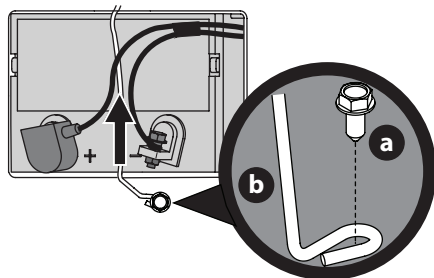

Figure 19
3. Retirez la vis à bride hexagonale (a) fixant le support de fixation de la batterie (b) au châssis. Relevez ensuite le support de fixation de la batterie (b) pour dégager la batterie (Figure 19).